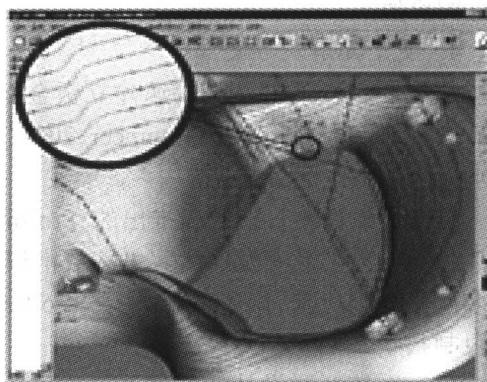

图 1-5 计算机仿真
(1) 小组数据管理 新推出的 Pro/Interlink 3.0 高性能小组数据管理客户端软件，能提高产品开发速度，大多数常规工作的完成速度可提高 40% 到 60%。在多点位复制功能的支持下，基于 Pro/Interlink 的设计小组不会再受到地理位置的限制。
(2) 系统互联设计 布线系统设计工具 (RS Designer) 是一个新选件，它给设计师提供了完善的工具，用于绘制电线接线图以及制做分析和测量示意图，这对诸如汽车、航天和造船工业是极为重要的。RS 设计工具通过 XML 与 Pro/Engineer 的电缆设计选件进行通信，以形成机具布线，以及通过 XML 与 Pro/Engineer 管道设计选件进行通信，以便进行一致性检查。其他自动化增强功能包括规格驱动式管道设计和管道轴测图的生成。
(3) 全相关 2D 制图 Pro/Engineer 2001 把全相关能力扩大到图形的 2D 绘制中。新的智能化约束捕捉功能加快了制图实体的创建。草绘 2D 实体能够在图形视图中与模型的几何体相关联。如果修改了模型几何体，2D 图形实体将按照适用的约束进行更新。2D 实体将移动并智能化地调整大小，以保持这些约束。图形视图始终保持精确和最新。
(4) 高速加工的改进功能 包括高增速装置连接、进刀和出刀、封闭区域新的粗加工方式和浅区的高效表面处理技术。专业化加工战略改进包括先进的粗加工和表面处理加工扫描、实地分析和二次粗加工快速扫描以及自动化的清根和笔式清根。
(5) 仿真 通过把一个完整的虚拟原型的功能相关联的集成到设计环境中，在性能、与第三方分析应用程序的紧密链接以及易用方面，Pro/Mechanica 2001 都有新的突破，如图 1-5 所示。